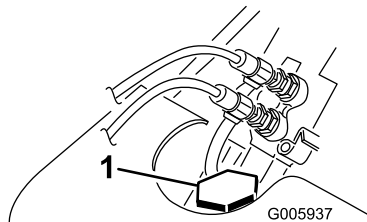

Figura 38
3. Togliete il tappo del radiatore e controllate il livello del refrigerante (Figura 38).